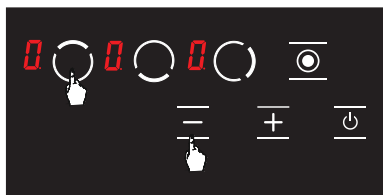

Рисунок 18
2. Одновременно нажмите кнопку выбора левой верхней конфорки (☉) и кнопку минуса (—). (см. Рисунок 18) Вы услышите короткий звуковой сигнал. Затем поднимите пальцы с панели управления плиты.